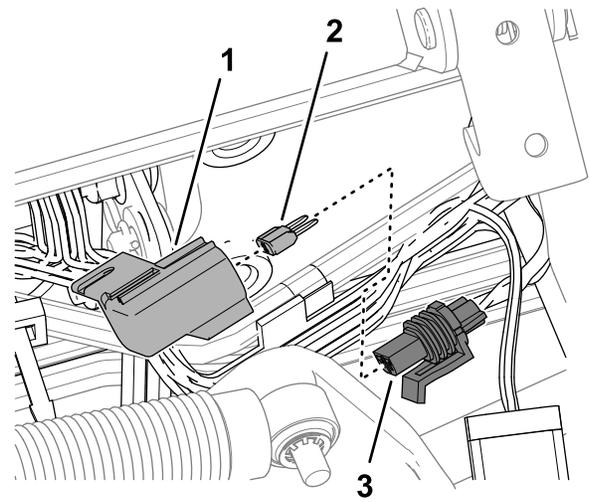

Figura 131
3. Retire el tapón del portafusibles en línea marcado 10 A FUSE TELEMATIC PWR (Figura 131).